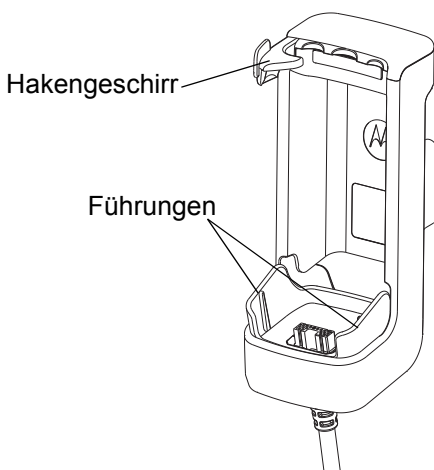

Abb. 1. PMLN6182 Ladegerät mit Kfz-Stromversorgungsmodul.
1. Zum Einsetzen des TETRA-Handfunkgeräts in die Aktivhalterung/den Halter richten Sie die Schlitze an der Unterseite des TETRA-Handfunkgeräts auf die Führungen unten in der Aktivhalterung/dem Halter aus, wie in Abb. 1 unten gezeigt.
1. Drücken Sie den Verschlussshaken zum Lösen im Uhrzeigersinn. (Siehe Abbildung 1 auf Seite 4).